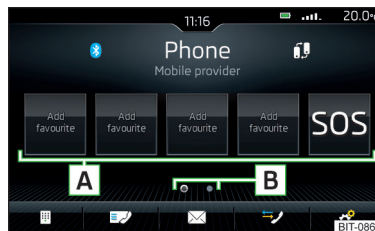
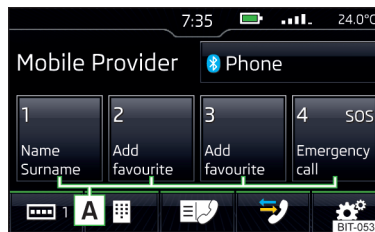

Fig. 167
Fig. 168
- Pulse en el menú principal *Teléfono* la superficie funcional libre y deseada **A** » fig. 167 o » fig. 168 .
- Para el **cambio del grupo de memoria**, pulsar la superficie funcional **B** » fig. 167 o la superficie funcional  » fig. 168 y seleccionar el grupo deseado.
- Para la **elección**, pulsar la superficie funcional **A** » fig. 167 ocupada.
- Mantener pulsada en el menú principal *Teléfono* la superficie funcional deseada y ocupada **A** » fig. 167.